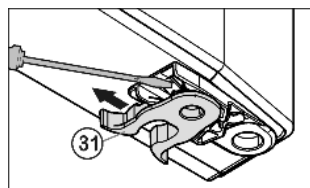

Fig. 5
- ▶ Permuter la pince élastique Fig. 5 (31) : appuyer sur l'ergot puis retirer la pince élastique.